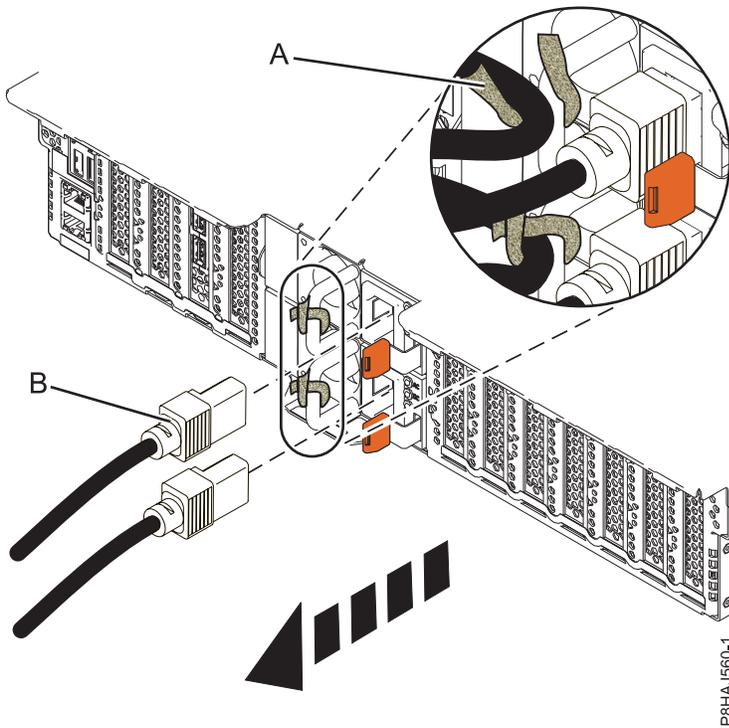
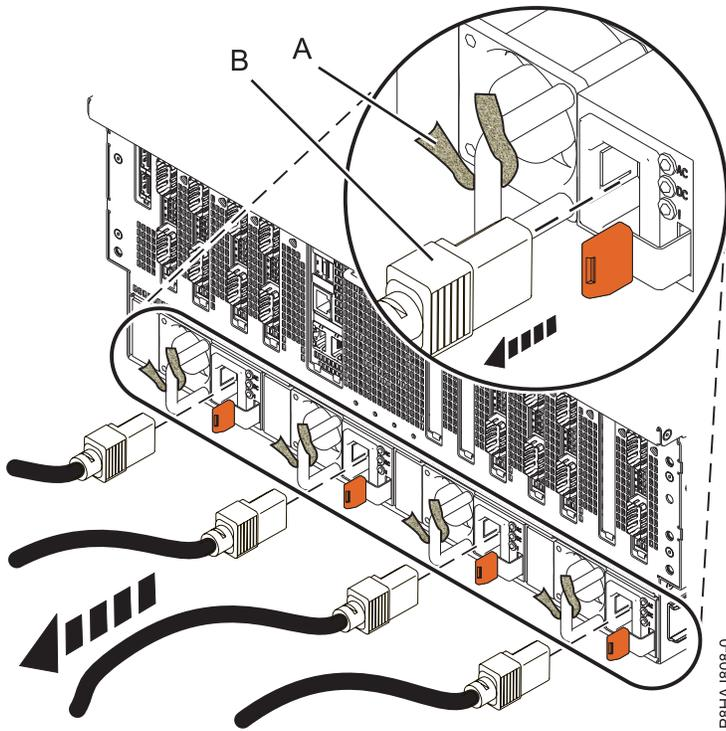

Abbildung 43. Netzkabel bei einem System vom Typ 5148-21L, 5148-22L, 8247-21L, 8247-22L, 8284-21A oder 8284-22A abziehen
Abbildung 44. Netzkabel bei einem System vom Typ 8408-44E oder 8408-E8E abziehen
3. Ziehen Sie die Netzkabel (**B**) von der Systemeinheit ab. Siehe Abbildung Abb. 42 auf Seite 59, Abb. 43 auf Seite 59 oder Abb. 44 auf Seite 60 (abhängig von Ihrem Systemtyp).